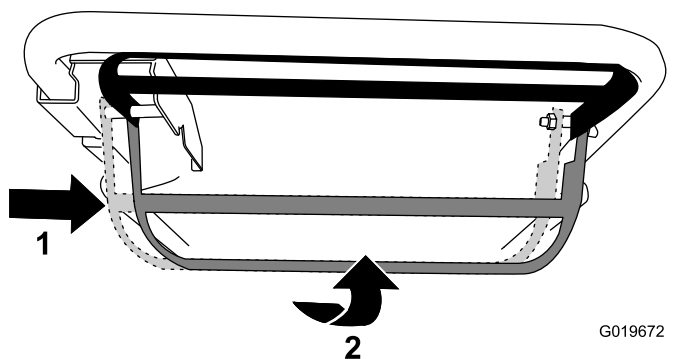

Figura 15
- **Para activar la autopropulsión y engranar la cuchilla:** Mueva la barra de control de la cuchilla a la derecha hasta que haga tope, y levántela hasta el manillar (Figura 15).